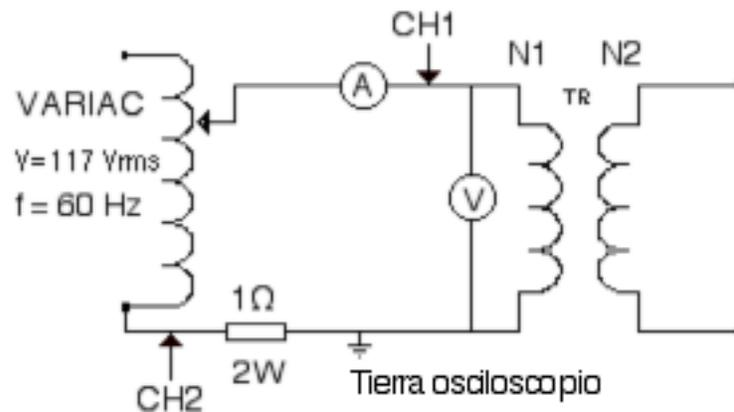

Figura 10.4. Circuito para realizar las pruebas en cortocircuito del transformador
- 27.- Para realizar las pruebas en cortocircuito del transformador, monte el circuito de la figura 10.4.
31.- Observe que, según las conexiones mostradas en la figura 10.4, el canal CH1 del osciloscopio está midiendo el voltaje en el primario, y el canal CH2 está midiendo el voltaje sobre una resistencia de  $2 \Omega$ , por la cual circula la corriente del primario, pero con la polaridad invertida, por lo que debe aplicar el control de inversión de este canal. Grafique las señales de los canales CH1 y CH2 del osciloscopio para la prueba de cortocircuito en papel milimetrado.